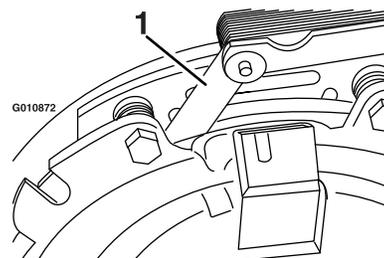
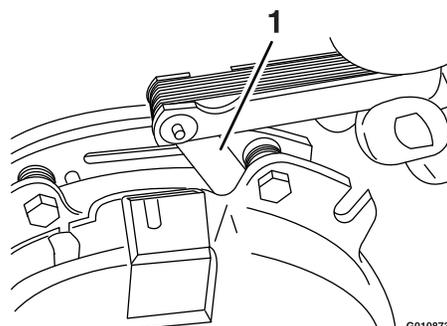

Figure 69
Figure 70
- E. À l'aide d'une jauge d'épaisseur de 0,025 cm (0,010 po), vérifiez qu'il existe un entrefer entre le rotor et la face de l'induit, de chaque côté du pôle de frein, comme montré à la Figure 69 et la Figure 70.